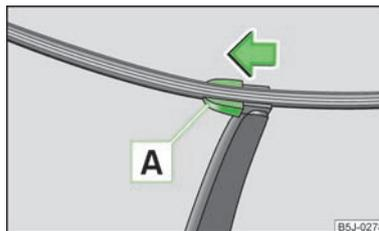

Fig. 31
- Togliere i bracci del tergicristallo dal vetro e posizionare le » fig. 31 spazzole tergicristallo ad angolo retto rispetto al braccio del tergicristallo.
- Montare la spazzola sul braccio e chiudere la sicura **A** » fig. 31.